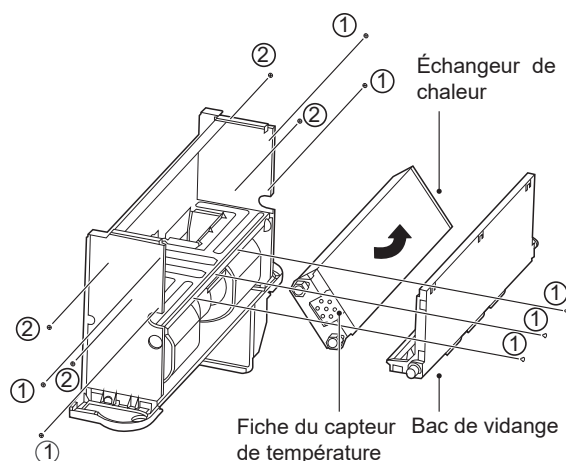

Figure 5-18
Comme illustré à la Figure 5-18, retirez les vis ①*7 pour retirer le bac de vidange.
Faites tourner le serpentin dans la direction indiquée sur la Figure 5-18.